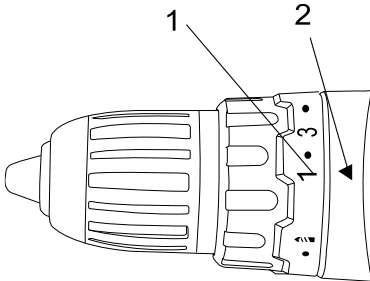

Рис. 4
Поверніть кільце (Рис. 4) до сполучення необхідної цифри зі стрілкою (2) Для правильної установки використовуйте таблицю нижче.